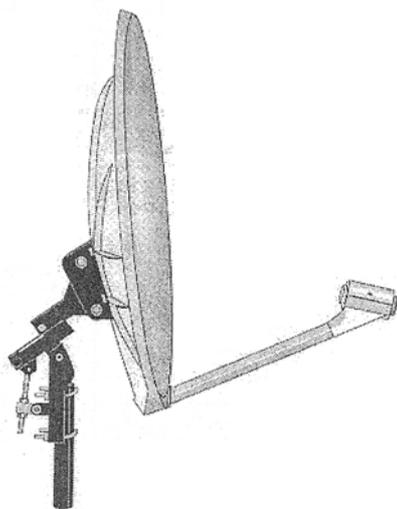
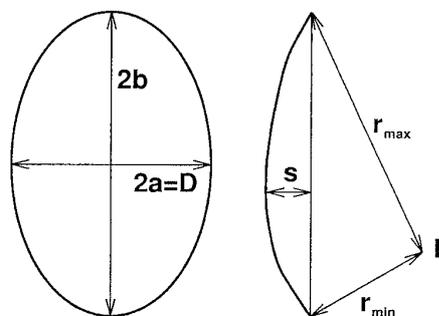

FIG. 1 – Antenne parabolique de type offset.
FIG. 3 – Prise des dimensions d'un réflecteur offset.
Il a été signalé dans un article précédent [1] qu'il y avait plusieurs façons de découper un morceau de paraboloïde de révolution (voir la figure 3 de l'article). Dans le cas où l'axe du cylindre qui sert à définir le réflecteur est décalé par rapport à l'axe du paraboloïde on obtient un *réflecteur parabolique à foyer décalé* (*offset-feed parabolic dish*, figure 1). En fait ce terme est un peu malheureux car ce n'est pas le foyer qui est décalé mais bien la portion de paraboloïde que l'on prend. Cette portion ne possède plus qu'un plan de symétrie (au lieu d'un axe de symétrie pour une prime-focus).
1. Le réflecteur offset a une forme ovale, on montre facilement que le bord décrit une courbe plane qui est une ellipse. Avec un bon mètre, on mesure la longueur du grand axe $2b$ et la longueur du petit axe $2a$ de l'ellipse (figure 3). Comme nous allons le voir cette dernière valeur est égale au diamètre D de la parabole. Attention, les paraboles en tôle ont souvent un bord recourbé qu'il convient d'exclure de la mesure pour ne garder que la partie véritablement parabolique. A 10 GHz, la précision du mm est généralement largement suffisante.
6. Il ne reste plus qu'à couper un morceau de ficelle de longueur $r_{min} + r_{max}$, à le fixer d'une part au bord inférieur de la parabole et d'autre part au bord supérieur (figure 3). Noircir au feutre la ficelle à une distance r_{min} du bord inférieur, tendre la ficelle, et le tour est joué! Attention toutefois à ne pas confondre les bords supérieur et inférieur, des traces de fixation du support de source peuvent permettre de lever le doute. Sinon voici une règle simple : du côté inférieur, la tangente à la parabole forme un angle légèrement plus important avec le grand axe que du côté supérieur (par exemple, 20 et 16°, à vérifier au point 2).